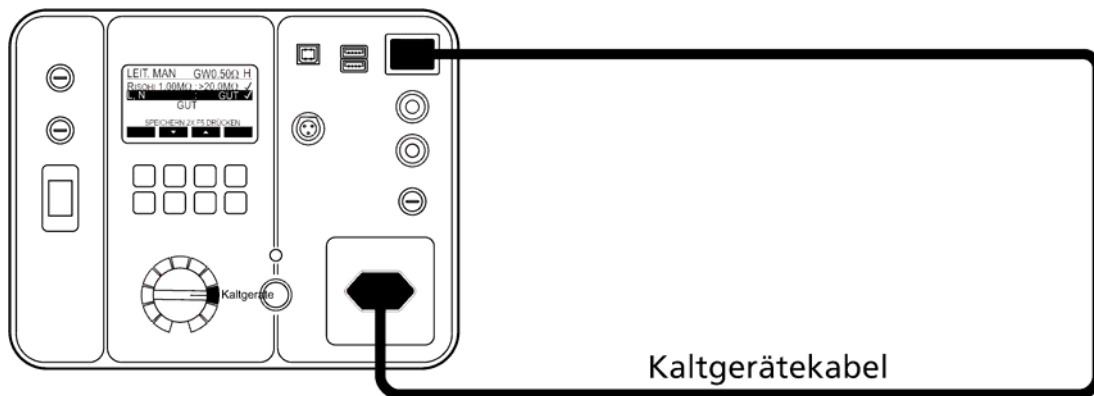

Abb. 31: Anschluss für die Prüfung von Kaltgeräteleitungen
Die Kompensation des Prüfadapters soll nicht durchgeführt werden während der Prüfung einer Standard Kaltgeräteleitung (da kein Adapter verwendet wird), siehe Abbildung 31. Das „K“ Zeichen (kompensiert (8)) darf nicht in der oberen Zeile angezeigt werden, siehe Abbildung 32-das rechte Bild.